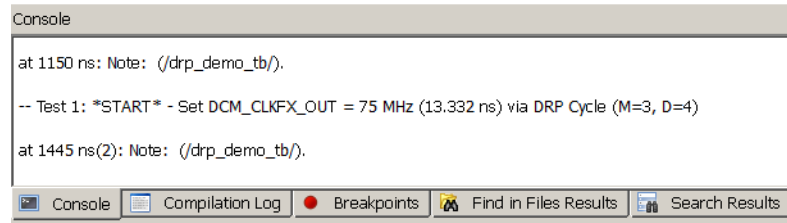

図 4-24 : [Console] パネル
1. [Console] パネルで各テストの開始時にシミュレーション時間を確認します。たとえば、テスト 1 は 図 4-24 に示すように約 1,150ns で開始します。